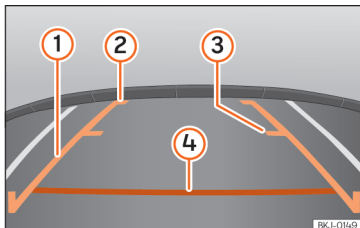

Abb. 249 Anzeige auf dem Bildschirm des Systems Easy Connect: Orientierungslinien.
- Die Beladung des Fahrzeugs verändert die Darstellung der Orientierungslinien »» Abb. 249. Die von ihnen dargestellte Breite verringert sich bei zunehmender Beladung. Achten Sie auf die Umgebung des Fahrzeugs, wenn der Innenraum oder der Gepäckraum beladen sind.
» Abb. 249